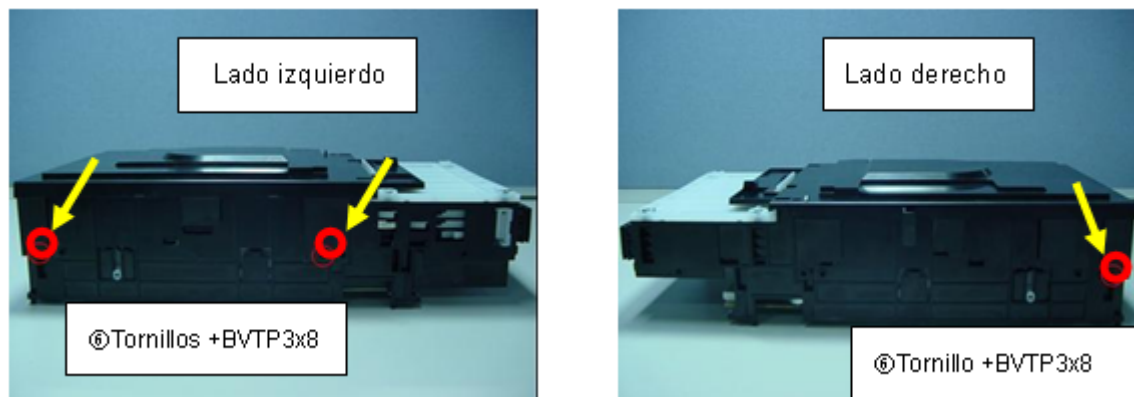

Fig.2.2
- Ajuste los tornillos "SCREW +BVTP 3x8" en la cubierta superior (COVER, CDM88 D-TOP). Fig. 2.2